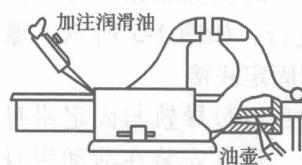

图 1-9 添加润滑油
- 5) 螺母、丝杠及滑动导轨表面应经常添加润滑油，以保证台虎钳使用灵活，如图 1-9 所示。